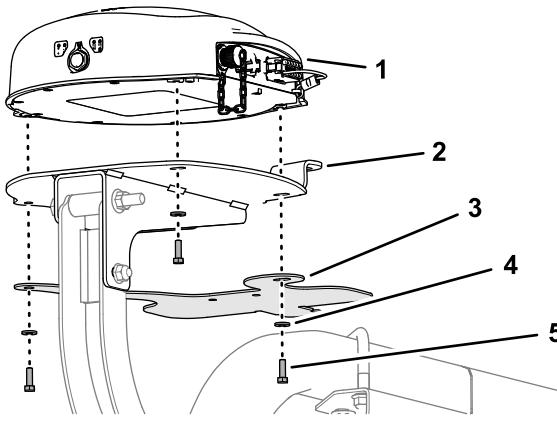
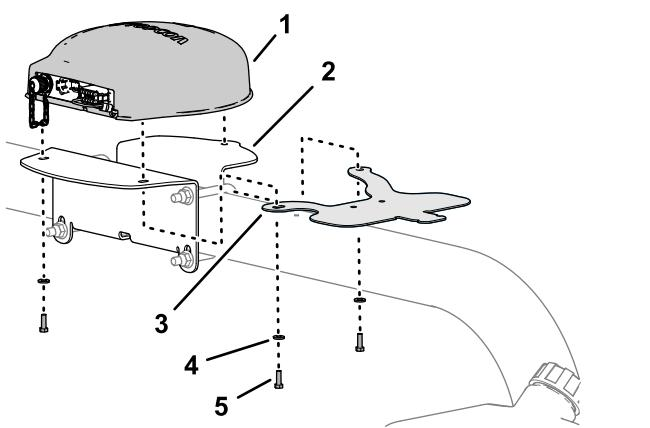

Figura 51
Figura 52
2. Alinee el orificio y la ranura del soporte de la antena del módem con los orificios del soporte del receptor (Figura 51 o Figura 52).
3. Alinee los 3 orificios roscados de la base del receptor de navegación con los 3 orificios del soporte del receptor (Figura 51 o Figura 52).
4. Monte el receptor de navegación y el soporte de la antena en el soporte (Figura 51 o Figura 52) con los 3 tornillos (5 mm x 16 mm) y las 3 arandelas (5 mm).